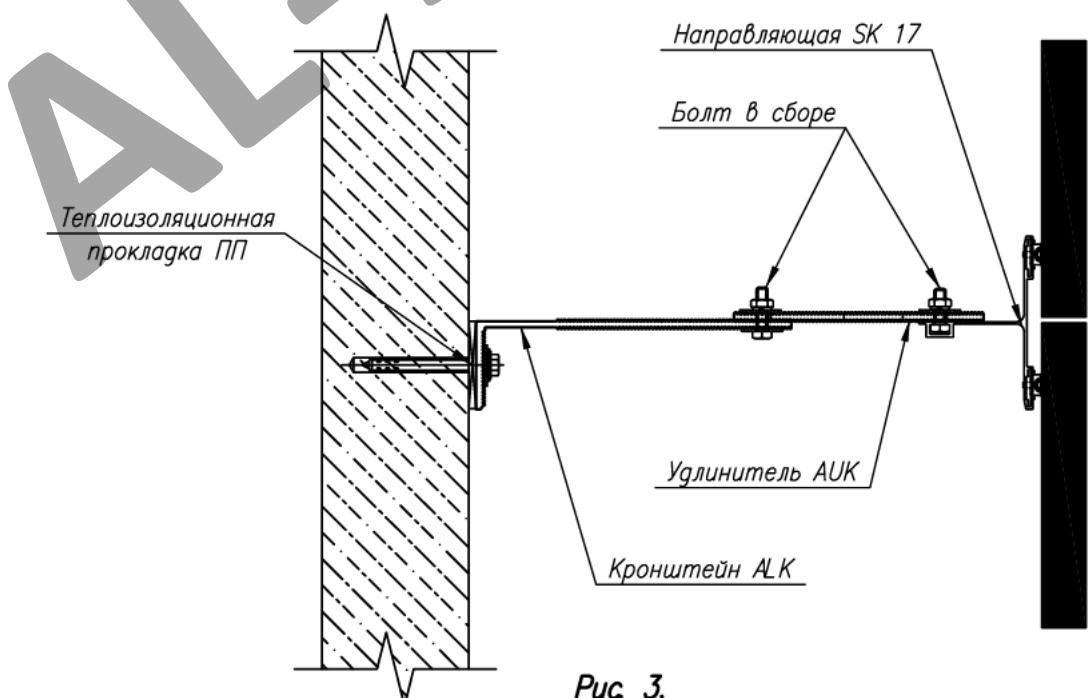

Рис. 3.
I. Вариант крепления направляющей SK 17 / AW 18 с кронштейном ALK. Болт вставляется в специальный паз направляющей SK 17 / AW 18, по типу "ласточкин хвост", по которому свободно перемещается до требуемого положения и пропускается через специальное овальное отверстие кронштейна ALK. Направляющая выставляется в проектное положение. Фиксируется гайкой через шайбу AB-10 с усилием 50Н, рис.3.
II. Вариант крепления направляющих SK 17/ AW18 через удлинитель AUK 170-60 с кронштейном ALK. Направляющая крепится к удлинителю кронштейна, затем болт вставляется в специальный паз направляющей SK 17 / AW 18, по типу "ласточкин хвост", по которому свободно перемещается до требуемого положения и пропускается через специальное овальное отверстие кронштейна ALK. Направляющая выставляется в проектное положение. Фиксируется гайкой через шайбу AB-10 с усилием 50Н, рис.3.